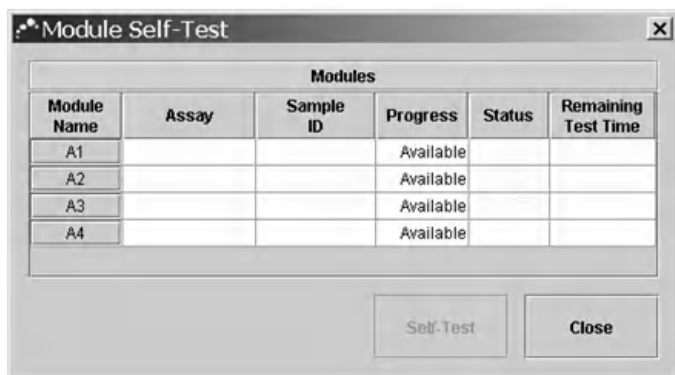

Рис. 9-5. Диалоговое окно Module Self-Test (Самоконтроль модуля).
3. В меню **Maintenance** (Обслуживание) выберите пункт **Perform Self-Test** (Выполнить самоконтроль). Появится диалоговое окно Module Self-Test (Самоконтроль модуля), см. (Рис. 9-5).